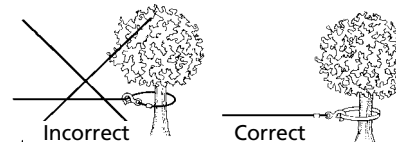

Figure 4
9. **N'ACCROCHEZ JAMAIS LE CÂBLE SUR LUI-MÊME**, car cela pourrait endommager le câble. Utilisez une élingue en nylon (Fig. 4).